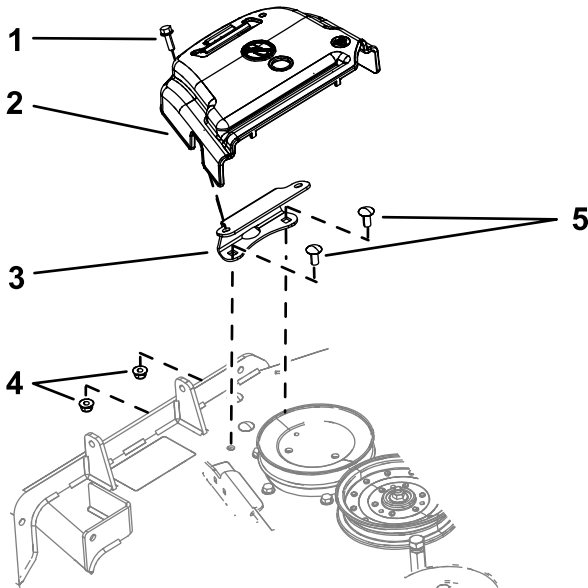

Figura 2
1. Gire el perno que sujeta la cubierta de la correa a la carcasa en sentido antihorario para aflojarlo (Figura 2).
2. Retire la cubierta de la correa original y el perno del soporte de montaje (Figura 2).
1. Retire los 2 pernos y las 2 tuercas con arandela prensada que sujetan el soporte de montaje de la cubierta a la carcasa (Figura 2).